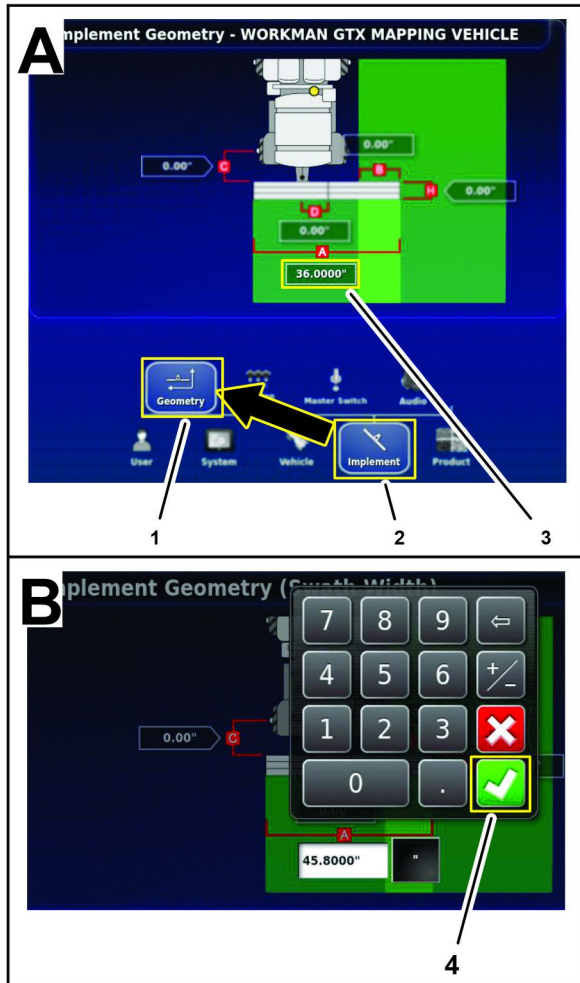

Figura 195
1. Premete l'icona IMPLEMENTO e l'icona GEOMETRIA (Figura 195).
2. Premete l'icona Larghezza complessiva (A), utilizzate il tastierino sullo schermo per inserire la misurazione registrata nel modulo di geometria dell'implemento di Misurazione della geometria dell'implemento \(pagina 87\) e premete l'icona Conferma (Figura 195).